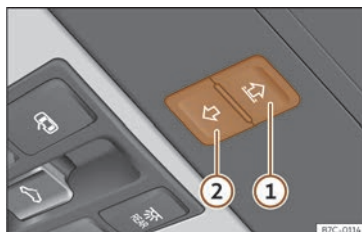

Fig. 63 Al revestiment interior del sostre: botó de funció per controlar la cortineta para-sol.
- Si encara no es pot tancar, abans que passin 5 segons, premeu la tecla >>> **fig. 63 ②** fins que la cortineta es tanqui del tot. **La cortineta es tanca sense que hi intervingui la funció antiatrapament!**